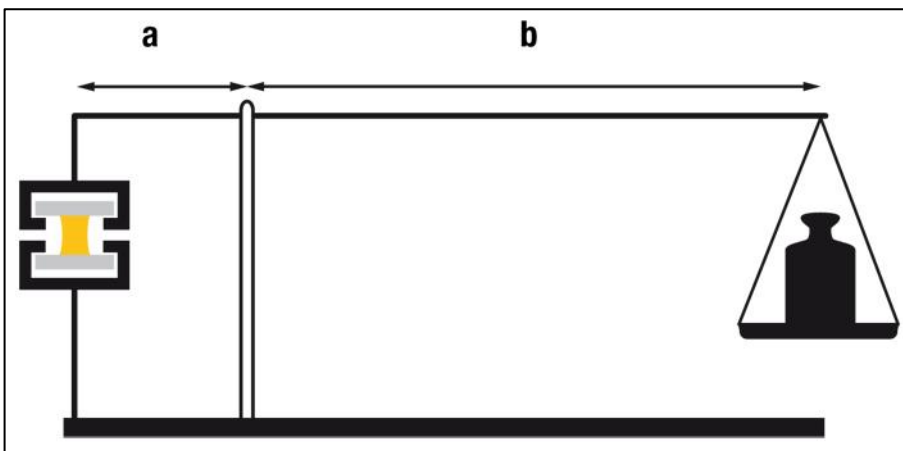

Рис. 23: Масштаб весов при испытании на растяжение
4. Определите усилие на разрыв, через 72 часа (для двухкомпонентных материалов) и через 21 день (для однокомпонентных материалов) при помощи разрывной машины (скорость растяжения: 5 мм/мин) или другими доступными средствами (например, Римские весы, рис. 23).
«Римские весы» (см. рисунок 23) позволяют испытать отверждение герметика и адгезию при “низкой стоимости оборудования” для данного испытания. Вес, приложенный к образцу равен массе ( $W$ ) действующего рычага увеличенного на пропорцию  $b/a$ . Согласно EOTA ETAG 002 предел прочности на разрыв должен быть не менее 0.70 МПа. Это значение соответствует нагрузке прикладываемой к образцу  $12 \text{ мм} \times 50 \text{ мм} \times 0.7 \text{ Н/мм}^2 = 420 \text{ Н}$  и при нагрузке 42 кг (SG-550:  $1.0 \text{ Н/мм}^2$ , 600 Н или 60 кг). В случае когда  $b/a$  равно 10, вес прикладываемый к плите  $W$  должен быть равен 4.2 кг (для SG-550: 6 кг). Эта нагрузка должна прилагаться в течение 10 секунд. Если не происходит разрушение, можно постепенно добавлять по 0.5 кг до разрыва H-образца. Результаты теста, такие как: нагрузка на разрыв и процент когезионного разрушения заносятся в журнал Контроля качества.